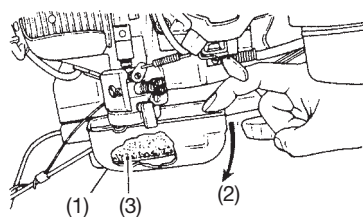

Fig. 9
- 1) Limpe o elemento do filtro de ar com água de sabão e seque-o bem antes de voltar a usá-lo. (Fig. 9)